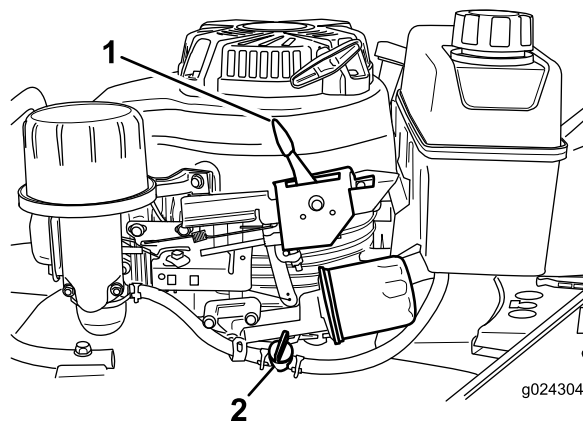

Рисунок 14
2. Откройте топливный клапан (Рисунок 14).
Отпустите штангу управления ножом и переведите рычаг дроссельной заслонки (Рисунок 14) в положение Останов.
Примечание: Закройте топливный клапан (Рисунок 14), если вы не будете запускать двигатель в ближайшее время.